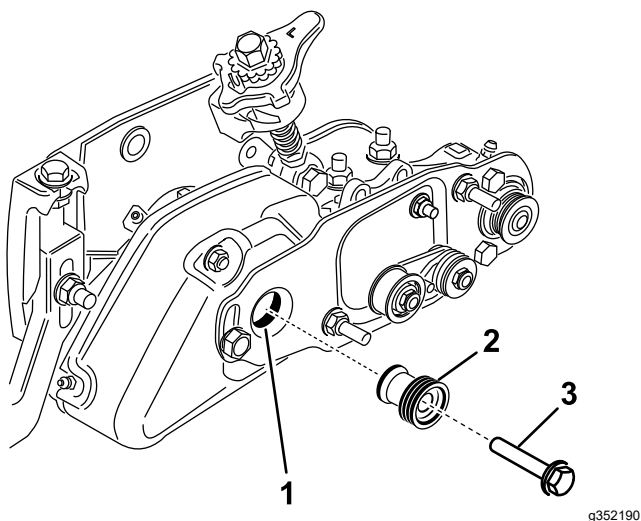

Figure 31
20. Retirez le boulon qui fixe la poulie du groomer à l'arbre d'entraînement (Figure 31).
21. Insérez la poulie d'entraînement de la brosse dans la poulie d'entraînement du groomer et sur l'arbre d'entraînement (Figure 31). Assurez-vous que les languettes de la poulie sont placées dans la fente de l'arbre d'entraînement.
22. Fixez la poulie d'entraînement à l'arbre avec un boulon à embase ($\frac{3}{8}$ " x 2") (Figure 31). Serrez le boulon à un couple de 47 à 54 N·m.